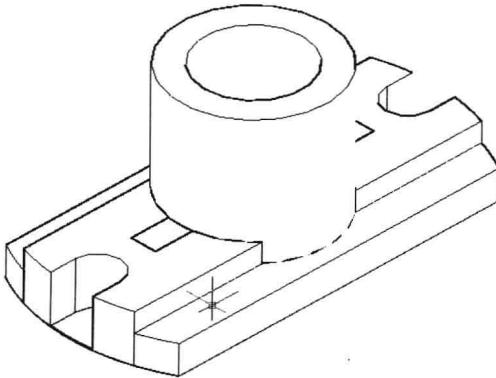

图11-2-9
(10) 同样的方法，使用“按住并拖动”按钮 按住并拖动 ，在两端的封闭平面内单击，向上拉伸，输入高度为12，按Enter键，创建三维实体。
(11) 在“视图”面板中，单击“视觉样式”名称，在弹出的列表中选择“三维隐藏”，可以更清楚的看到三维效果，如图11-2-9所示。在“视图”面板中，单击“视觉样式”名称，在弹出的列表中选择“二维线框”，恢复二维线框视觉样式。